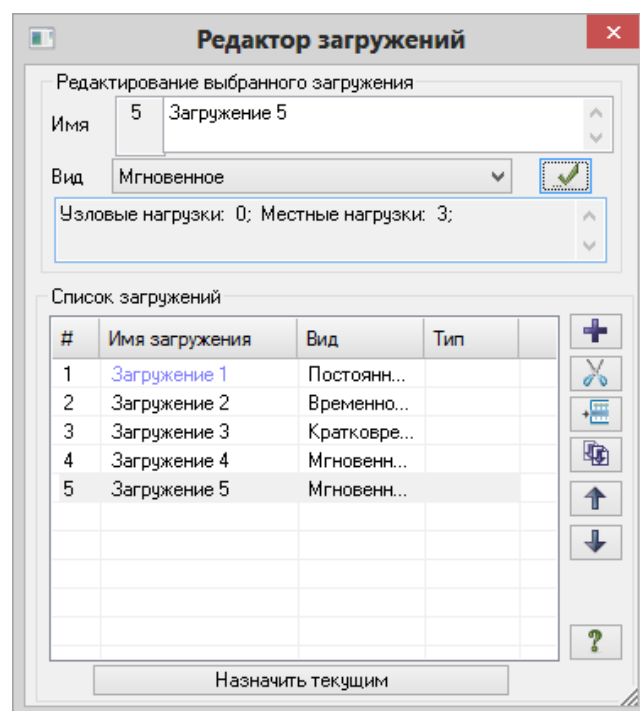

Рис.7.20. Диалоговое окно Редактор загрузок
- Вызовите диалоговое окно **Редактор загрузок** (рис.7.20) щелчком по кнопке  – **Редактор загрузок** (панель **Нагрузки** на вкладке **Создание и редактирование**).
Так как вид загружений задавался в диалоговом окне *Редактор загружений* (рис.7.20) таблица РСУ сформировалась автоматически с параметрами, принятыми по умолчанию для каждого загружения. Далее нужно только изменить параметры для третьего, четвертого и пятого загружений.